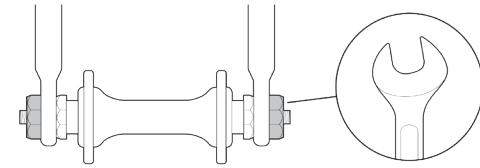

fig. 10
- Sechskantmutter oder Schrauben für Innensechskant-Schraubendreher, die auf oder in die Nabenachse eingeschraubt werden (angeschraubtes Rad). (Abb. 10)
3. Falls Ihr Fahrrad über ein Radhaltesystem mit Steckschraube oder anschraubbarem Rad (Abb. 9, Abb. 10) verfügt, lösen Sie bitte das/die Befestigungselement(e) durch einige Drehungen mit einem geeigneten Schraubenschlüssel, des Spannknopfs oder des integrierten Hebels entgegen dem Uhrzeigersinn. Gehen Sie anschließend zu Schritt (4) über.